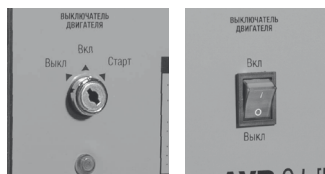

Рис. 3
4. Перевести выключатель двигателя в положение «Вкл» (Рис. 3).
6. **Запуск двигателя электростартером.** Проверить ключ зажигания до упора вправо, в положение «Старт» до включения электростартера (Рис. 3). Отпустите ключ после того как запуск двигателя произошел. Электростартер включать не более чем на 3 секунды.